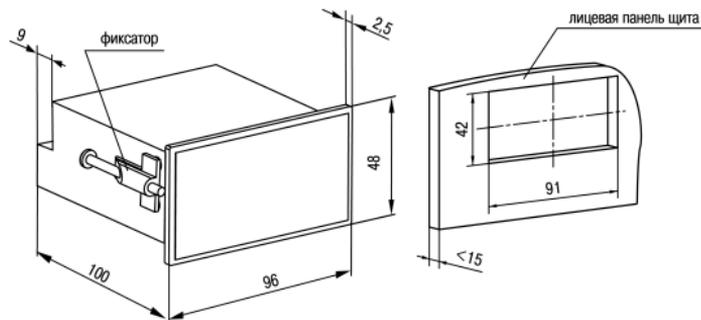

Рисунок 4.4 – Габаритные размеры корпуса Щ2
1. Подготовить на щите управления монтажный вырез для установки прибора (см. *рисунок 4.4*).